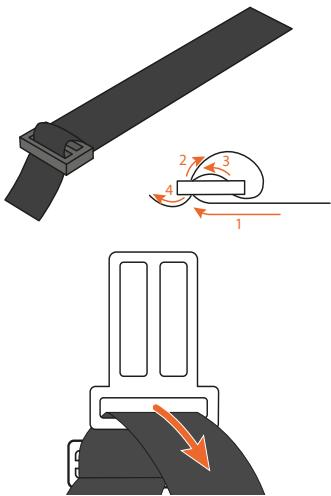

Figure 9 - Assembler la sangle et les attaches.
- 10.** Prenez maintenant la sangle de 50 cm de long et passez-la dans la boucle comme indiqué. Passez ensuite la sangle dans la boucle par l'arrière avec les trois ouvertures comme indiqué sur la figure 9.